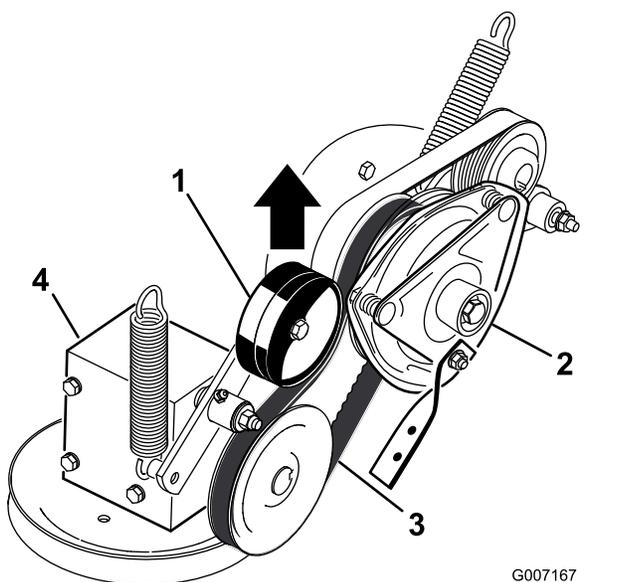

Рисунок 76
5. Потяните вверх подпружиненный натяжной ролик ремня привода ВОМ и снимите ремень со шкива муфты (Рисунок 76).
17. Потяните вверх подпружиненный натяжной ролик ремня привода ВОМ и установите ремень на ролик муфты (Рисунок 76).